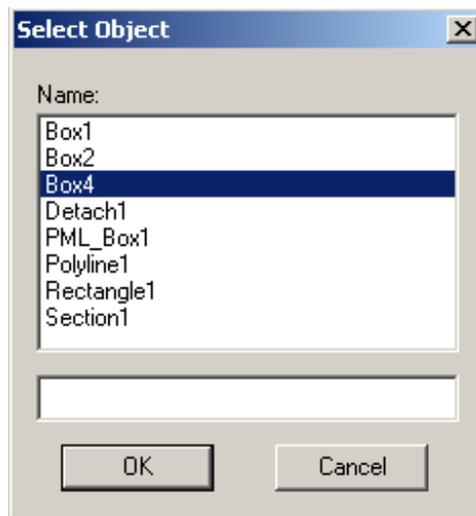

Рис. 3.42. Выбор объекта по имени для редактирования
3. В списке **Name**, нажмите имя объекта, который Вы хотите выбрать. Используйте клавишу **Ctrl**, чтобы выбрать больше чем один объект. Или напечатайте имя объекта, который Вы хотите выбрать, в пустом текстовом поле (рис. 3.42).